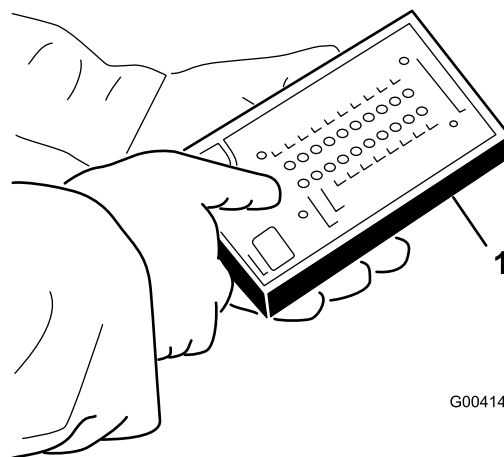

Figure 39
5. Branchez le connecteur de l'outil de diagnostic ACE au connecteur du faisceau de câblage (Figure 39).